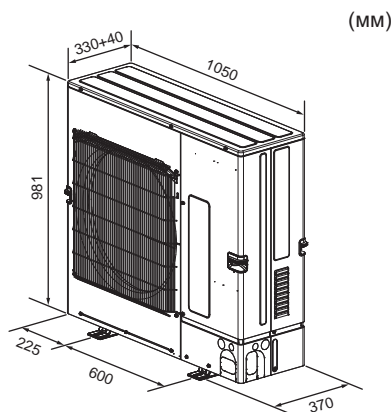

Fig. 2-3
2.3. Габаритні розміри (зовнішній блок) (Fig. 2-3)